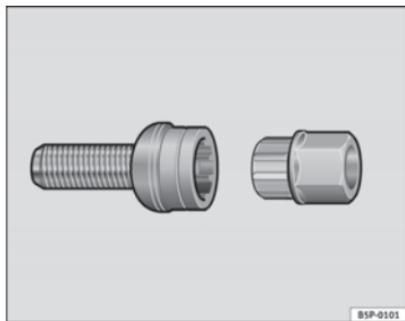

Abb. 175 Diebstahlhemmende Radschraube
- Setzen Sie den Adapter bis zum Anschlag in die diebstahlhemmende Radschraube ein ⇒ Abb. 175.